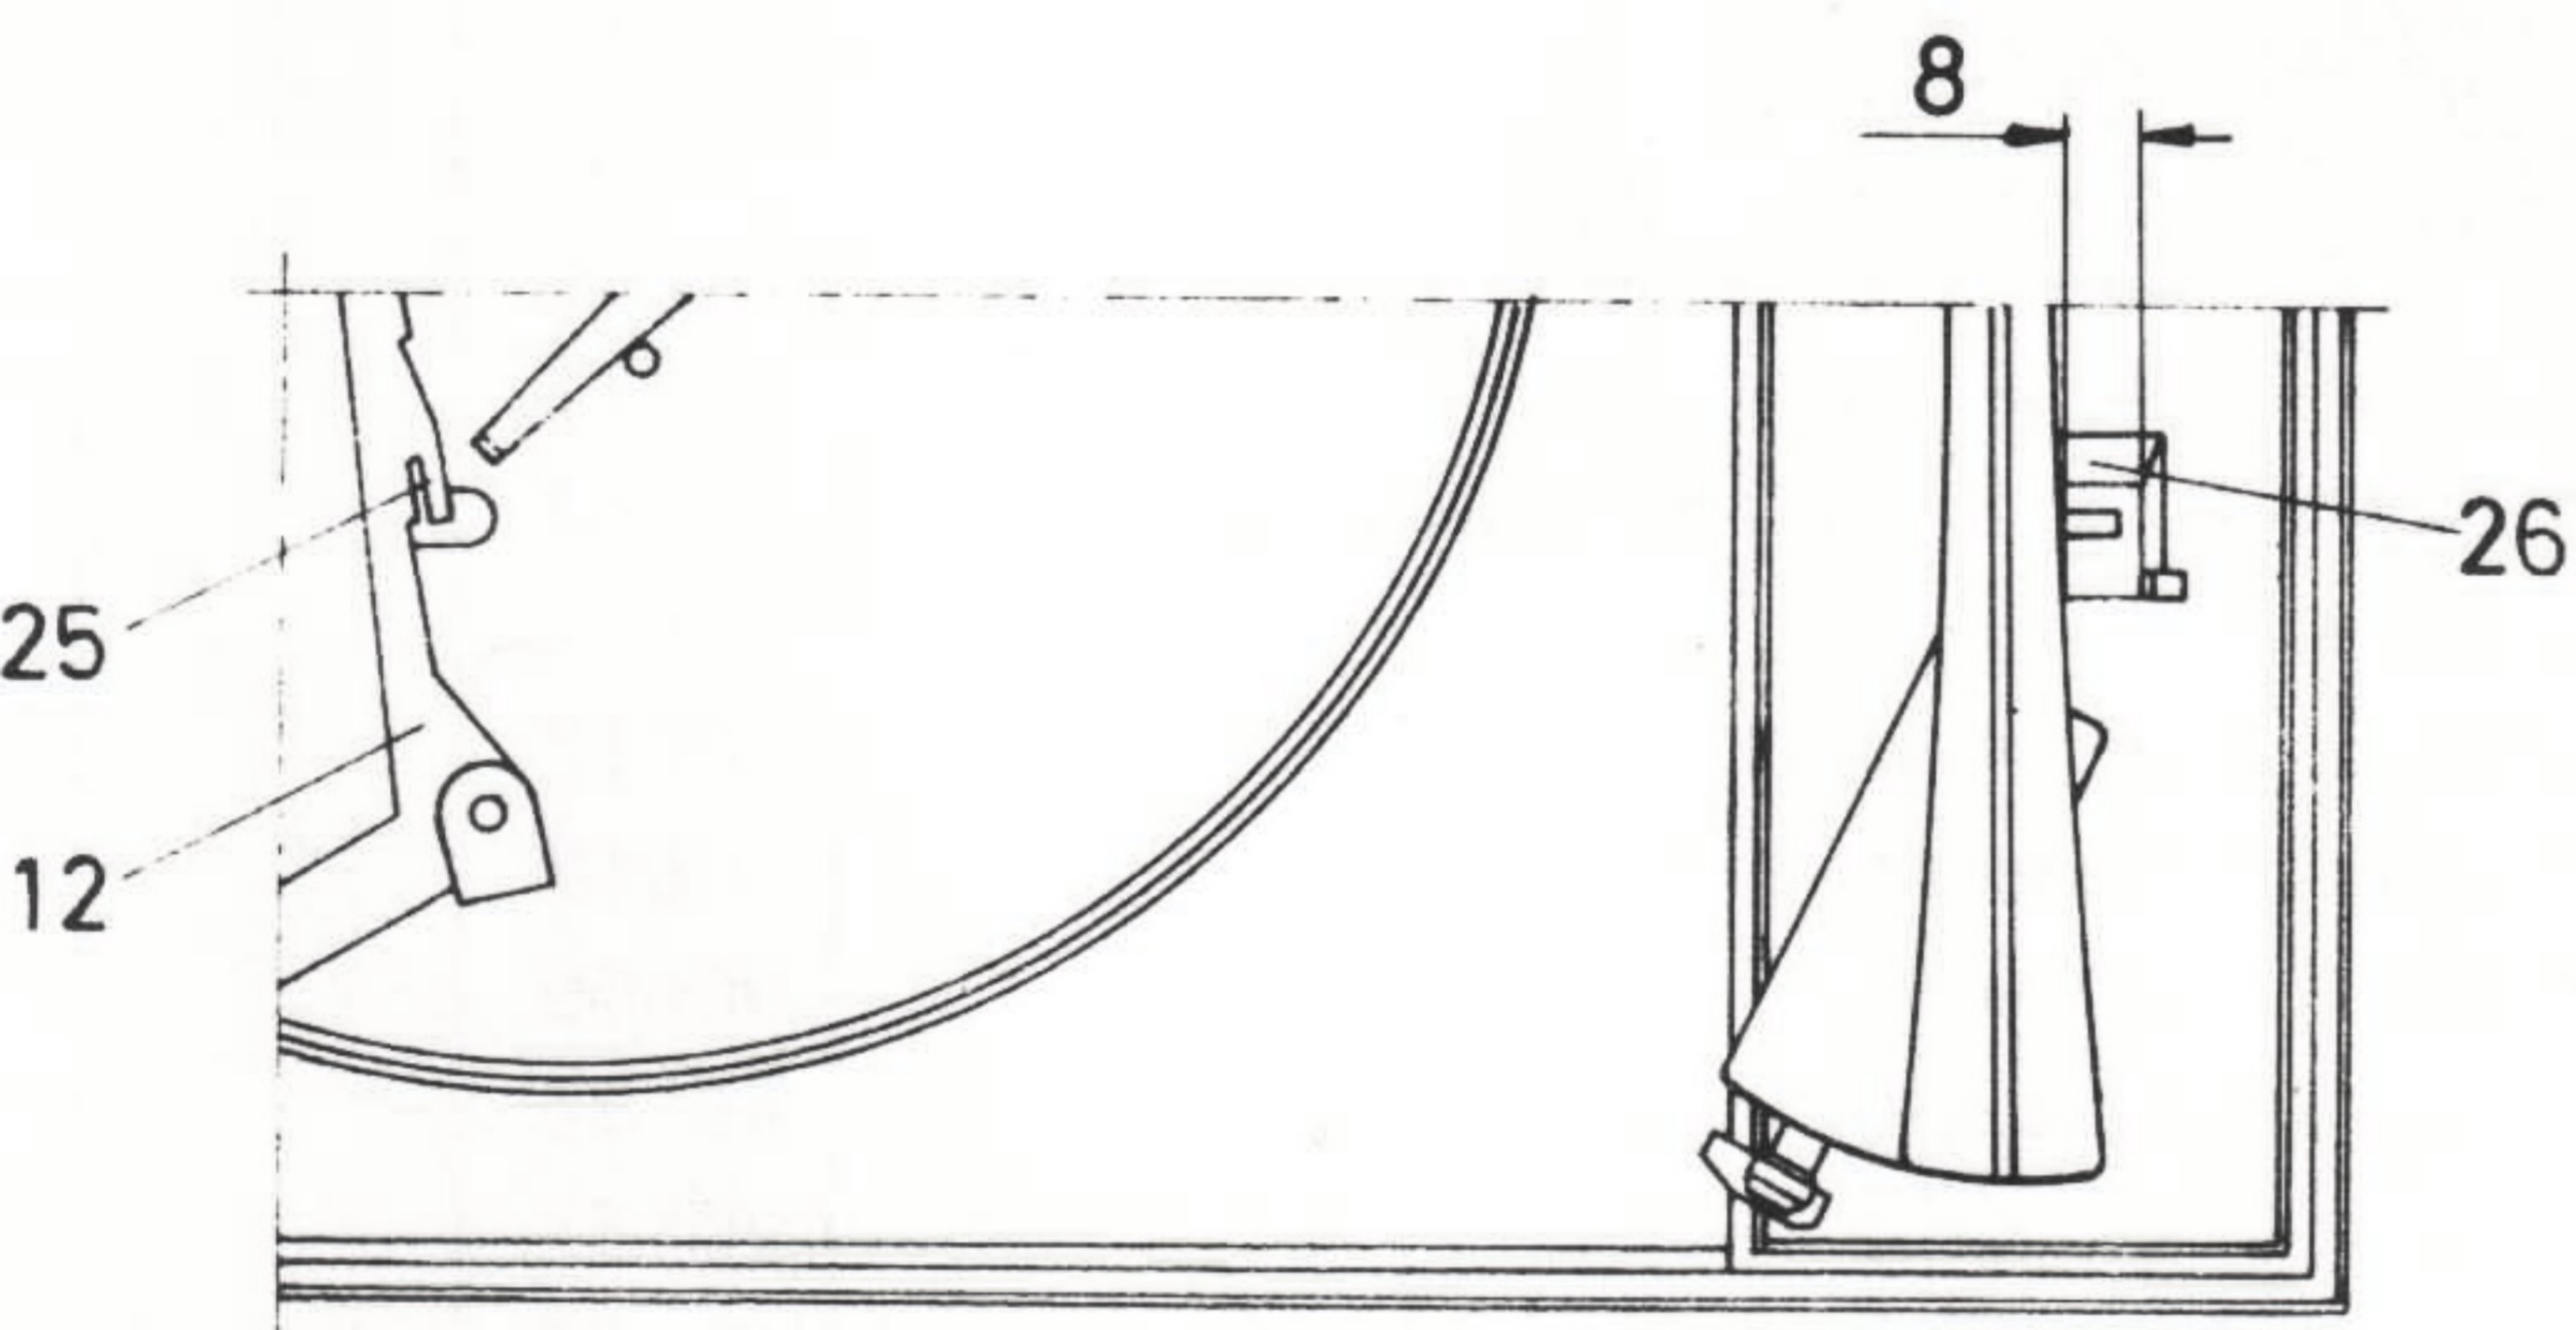

Fig. 15
JUSTERING AV STRÖMSTÄLLARENS TILLSLAG. FIG 15.
JUSTERA MEDELST SPÅRET (25) I START- OCH STOPPARM (12), SÅ ATT SLUTNING AV STRÖMSTÄLLAREN SKER INNAN NÅLSPETSEN NÅR KANTEN PÅ EN 30 CM: S SKIVA. STRÖMMEN SKALL BRYTAS INNAN TONARMEN NÅR DET LÄGE SOM VISAS I FIG 15.